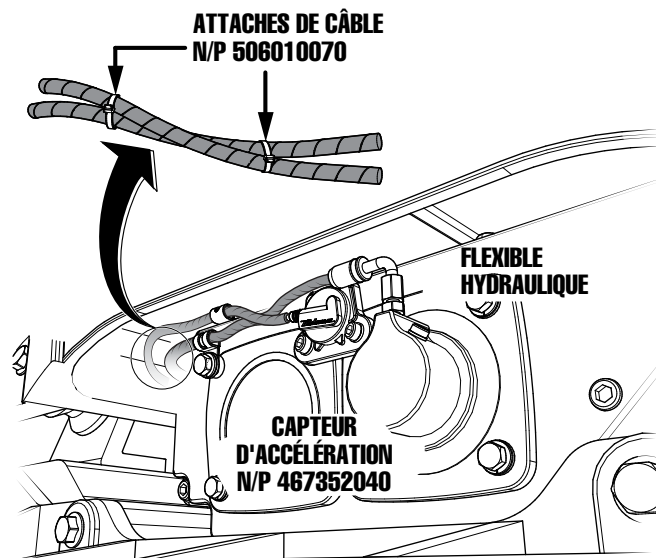

Figure 8. Placement de l'attache de câble (Capteur d'Accélération et flexible hydraulique)
11. Fixer le câble du capteur d'accélération (N/P 467352040) au flexible hydraulique avec deux colliers de serrage (N/P 506010070). Voir la Figure 8.